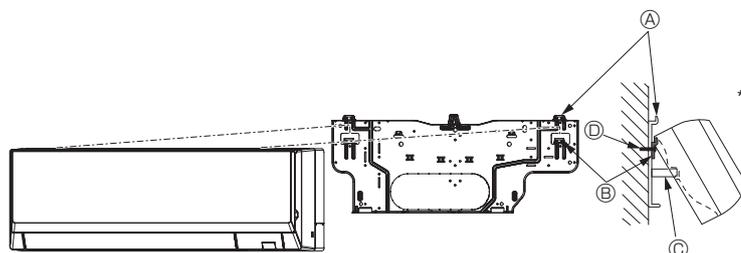

Fig. 3-12
- Wenn sich das Innengerät mit dem regulären Haken (Abmessung von 2.1. ⓐ) (Abstand zwischen Decke und Gerät) beträgt 75 mm oder weniger) nicht anheben und aufhängen lässt, hängen Sie das Gerät an den unteren Haken für die linke Rohrleitung. (Fig. 3-12)
(Fig. 3-12)